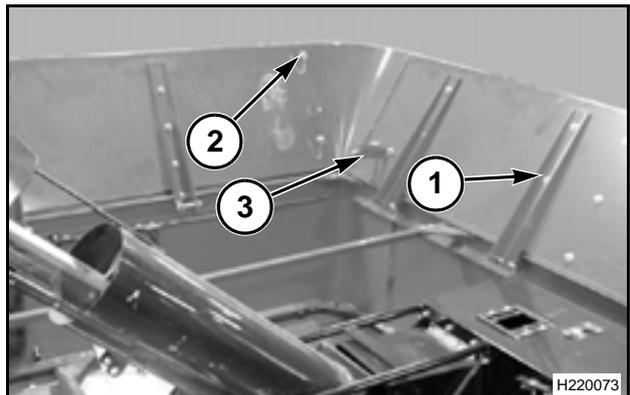

FIG. 228
FIG. 228: Las extensiones (1) de la tolva de granos también pueden curvarse hacia abajo (sin retirar la luz interior de la tolva de granos) para reducir la altura de almacenaje de la máquina. Para bajar las extensiones destrabe las grapas (2) ubicadas en cada esquina de la tolva de granos y curve las esquinas hacia adentro fijando con abrazaderas (3). Haga descender las secciones laterales primero, luego la sección delantera y trasera. Estas últimas se apoyarán sobre las secciones laterales.